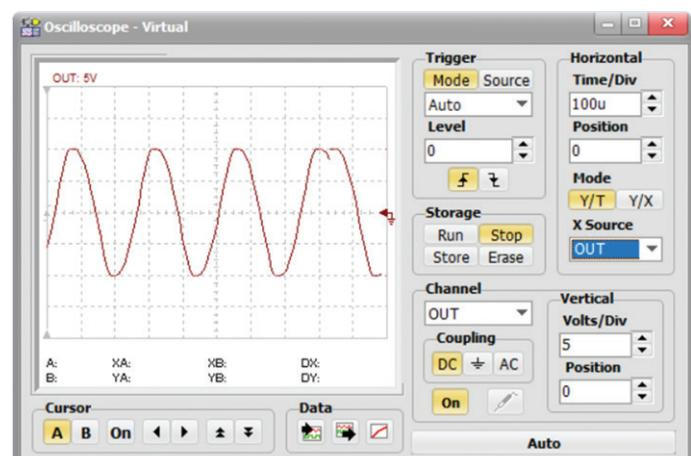

Figure 3. Forme d'onde de sortie.
- vérifiez la forme d'onde de sortie (**figure 3**). La période est de 250 µs, ce qui correspond à 4 kHz. Notez la pointe dans la forme d'onde de sortie sur l'oscilloscope. L'oscilloscope peut être synchronisé pour créer une image stable. Pour ce faire, sélectionnez Normal sous Mode et synchronizing signal sous Source. Vous devrez peut-être aussi régler le niveau de déclenchement (Trigger).